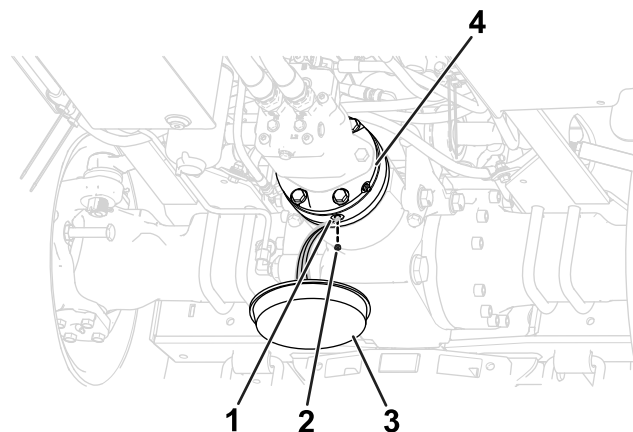

Figure 103
1. Placez un bac de vidange sous le frein hydraulique (Figure 103).
2. Retirez le bouchon de vidange de l'orifice de vidange (Figure 103).
4. Remettez le bouchon de vidange dans l'orifice de vidange (Figure 103).